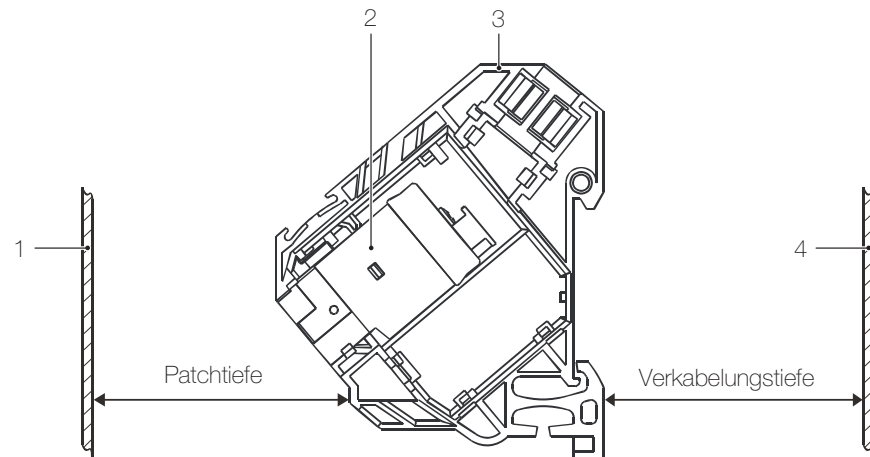

Fig. 16 Definition Patchtiefe und Verkabelungstiefe
- Minimale Patchtiefe (Fig. 16): 35 mm
- Verkabelungstiefe (siehe Fig. 16): 30 mm
- Patchtiefe (siehe Fig. 16): 45 mm